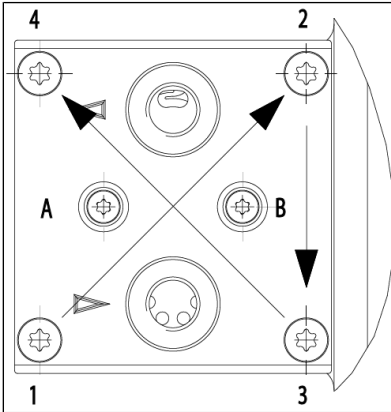

Abb.8 Kopfschrauben anziehen (Kopfdeckel beispielhaft dargestellt (Schrauben (A) und (B) nur in N87T-TE-Ausführung))
2. Schrauben Sie die Schrauben (5) mit Tellerfeder ein und ziehen Sie diese entsprechend der Reihenfolge 1-2-3-4 (siehe Abb. 8) über Kreuz mit 1 Nm leicht an.
4. Ziehen Sie die Schrauben (5) mit Tellerfeder entsprechend der Reihenfolge 1-2-3-4 (siehe Abb. 8) über Kreuz fest. Anziehdrehmoment: 2,1Nm.